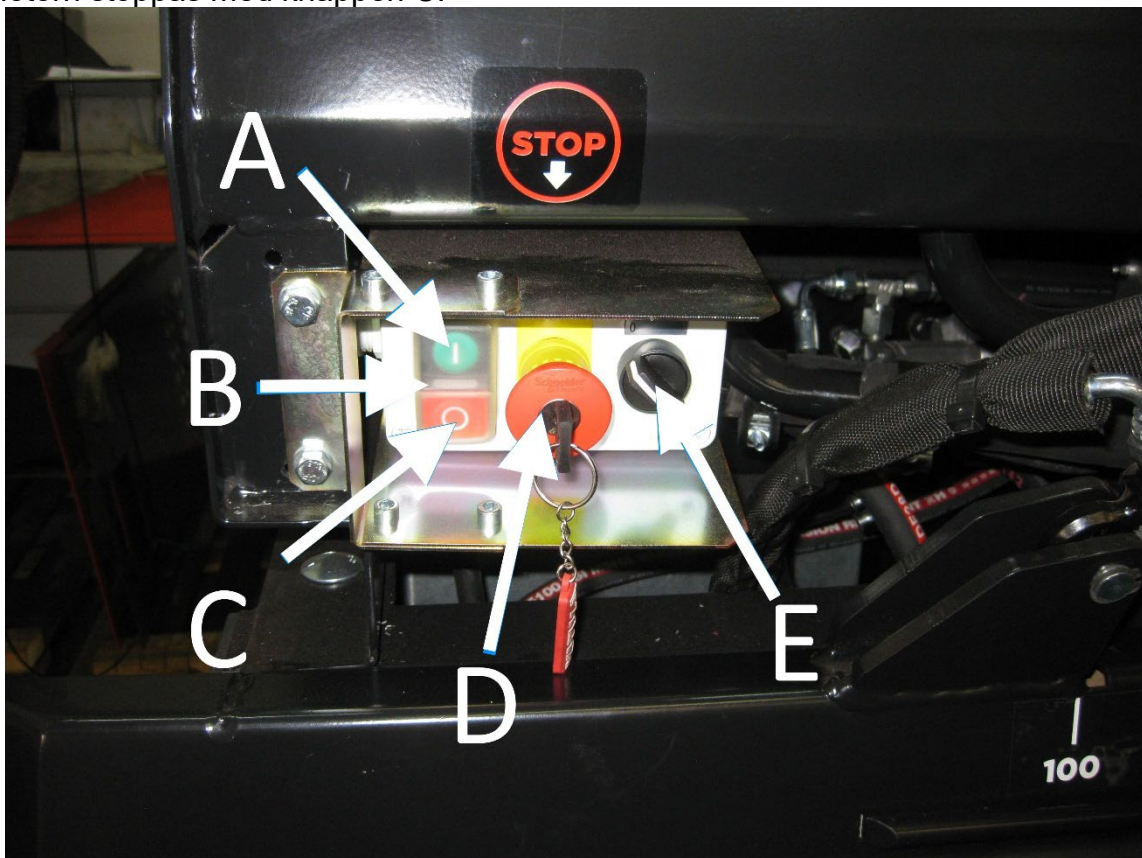

Bild 8.
3.8 Y/D-start av elmotorn, bild 8
3.9 Nödstop i eldriven maskin, bild 8
Till oljebehållaren går det att få som tilläggsutrustning en med dekal och termostat försedd matta för elektriskt motstånd, effekt 300 W. Startern har redan en brytare för elektriskt motstånd som standardutrustning, bild 8 E. En värmning på 1–2 timmar räcker för att värma upp oljan tillräckligt för att underlätta uppstarten.